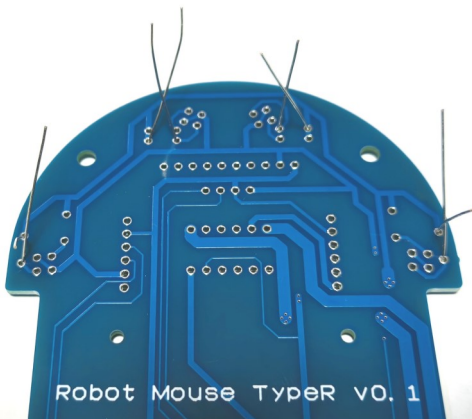

図2-3
3. パーツを差し込んだら、裏にして、図2-3のようにパーツが